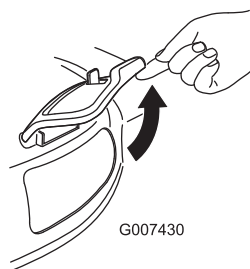

Bild 34
2. Öffnen Sie die Seitenauswurfklappe (**Bild 34**).